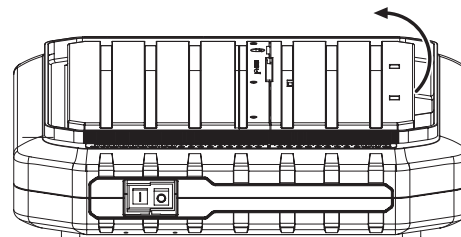

Рис. 3
- Поднимите наклонный стол и снимите его. (Рис.3).